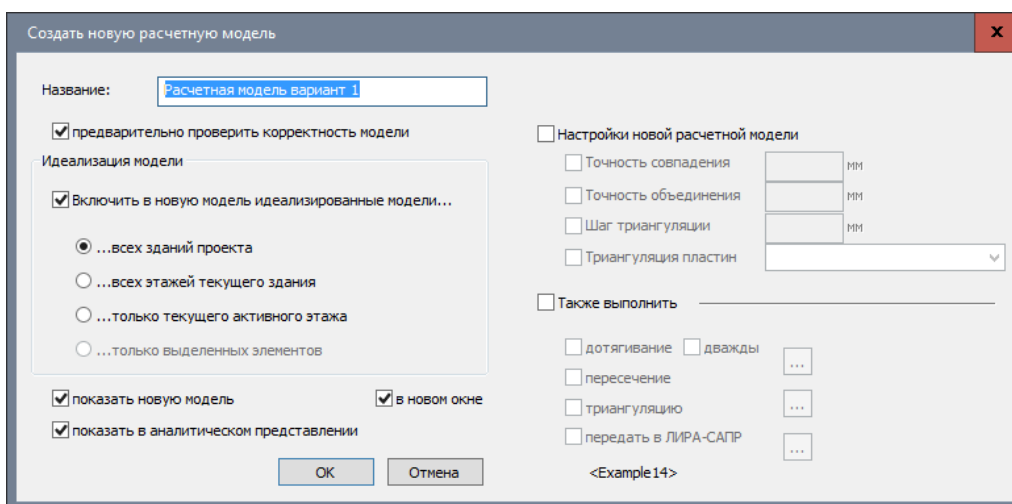

Рис.14.30. Диалоговое окно **Создать новую расчетную модель**
- Вызовите диалоговое окно **Создать новую расчетную модель** (рис.14.30) щелчком по кнопке  - **Расчетная модель** на вкладке **Аналитика**.